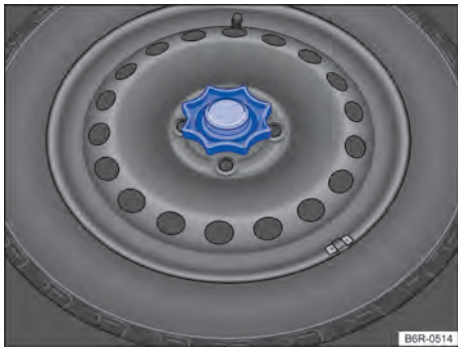

Fig. 133 En el maletero: manivela para fijación de la rueda de emergencia.
- Girar totalmente la manivela ubicada en el medio de la rueda de emergencia → fig. 133 en sentido antihorario y desmontar la rueda de emergencia.